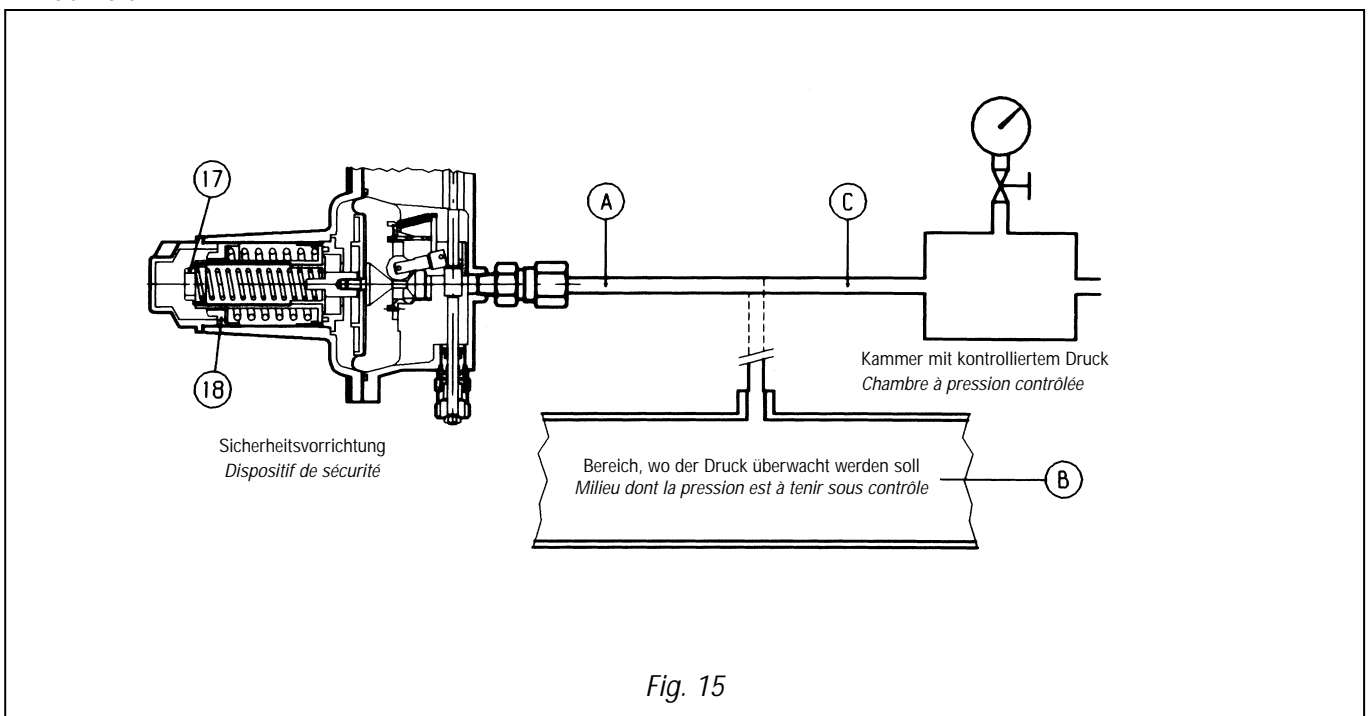

Fig. 15
B) Bei Anlagen ohne "Push"-Ventil (Abb. 15) wird empfohlen, den kontrollkopf separat mit einer druckkontrollierten Hilfsdruckleitung zu verbinden und die oben beschriebene Vorgehensweise zu wiederholen.
B) *Pour les dispositifs dépourvus de la vanne "push", il est conseillé de brancher séparément la tête de commande à une pression auxiliaire contrôlée et de répéter les opérations décrites ci-dessus (fig. 15).*
- B) Bei Anlagen ohne "Push"-Ventil (Abb. 15) wird empfohlen, den Steuerkopf separat mit einer druckkontrollierten Hilfsdruckleitung zu verbinden und die oben beschriebene Vorgehensweise zu wiederholen.
- B) *Pour les dispositifs sans vanne "push" (fig. 15) il est conseillé de brancher séparément la tête de commande à une pression auxiliaire contrôlée. Répéter les opérations décrites ci-dessus.*